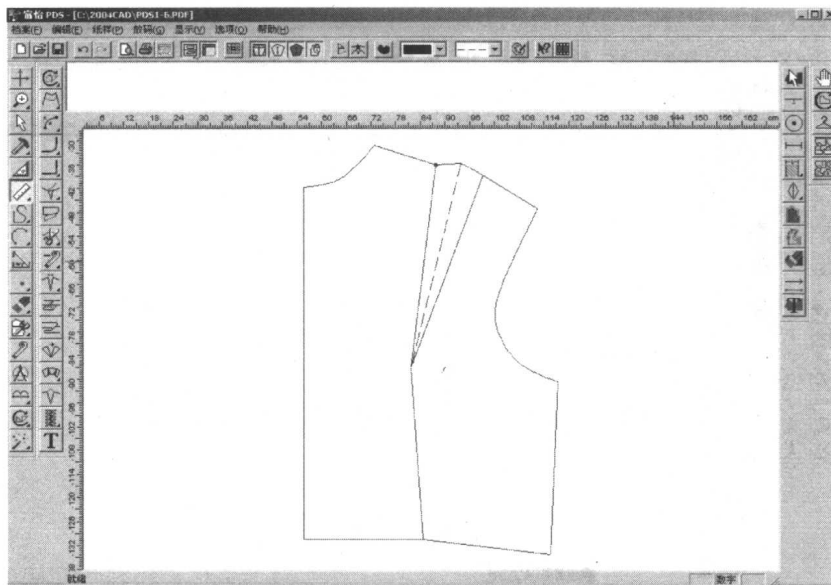

图 1-6-2
2. 运用相关命令将纸样上的腰省转移到肩省的位置, 如图 1-6-2 所示。